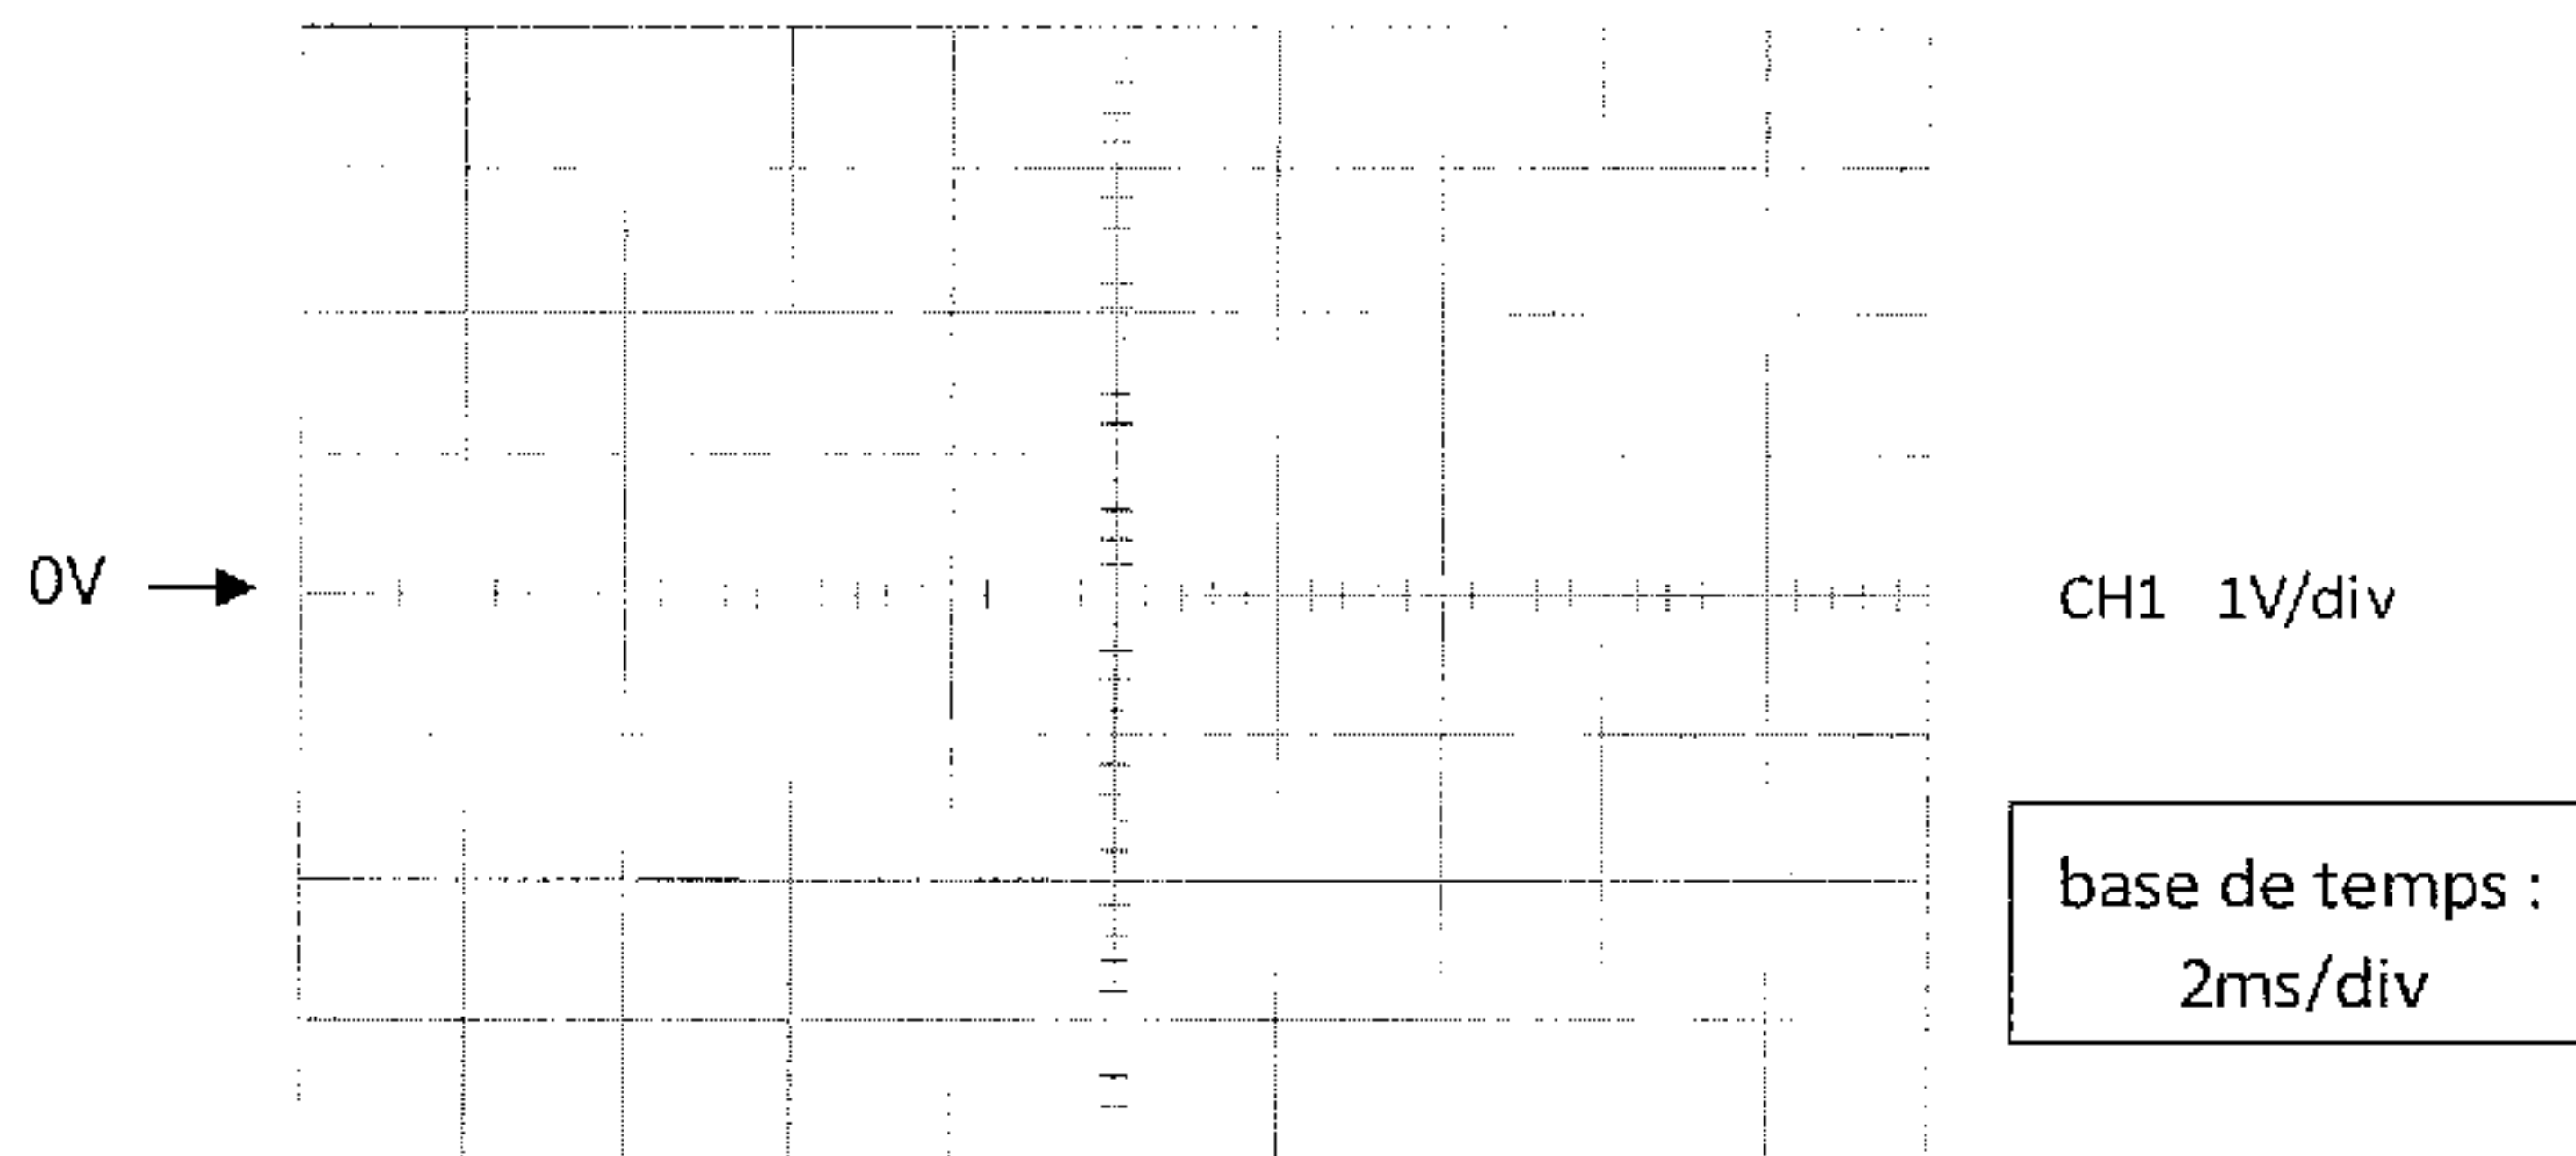

Figure 6
- v(t) en voie CH1 sur la figure 6 du document-réponse 4 page 10 ;